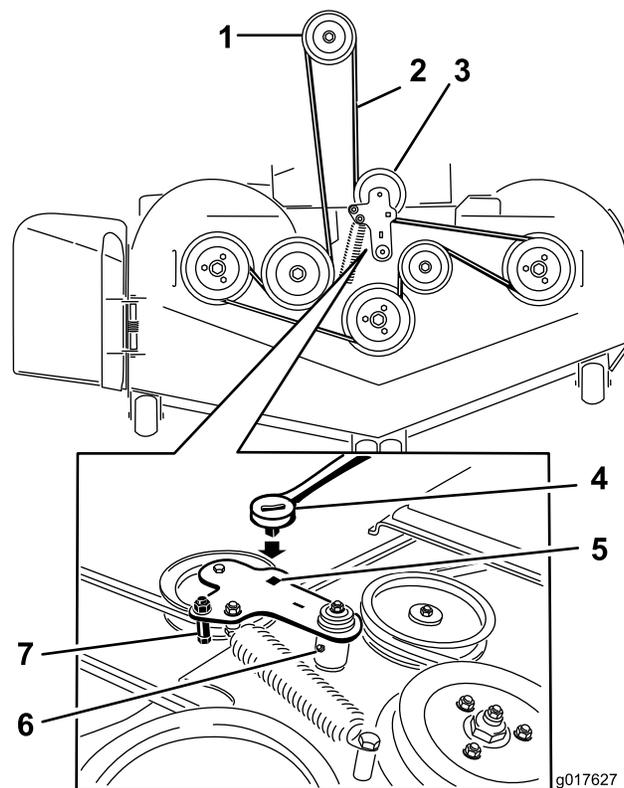

Figura 82
5. Levante la chapa de suelo e introduzca una llave dinamométrica en el taladro cuadrado del brazo tensor de la carcasa (Figura 82).
6. Gire cuidadosamente el brazo tensor de la carcasa en sentido horario y retire la correa del cortacésped (Figura 82).